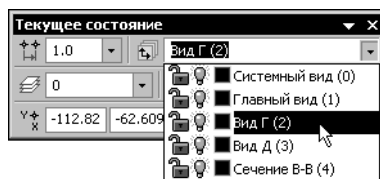

Рис. 46.1. Выбор текущего вида
- ▼ Выберите или введите с клавиатуры номер или название (это зависит от настройки, см. раздел 46.7 на с. 49) нужного вида в поле **Текущий вид** на панели **Текущее состояние** (рис. 46.1), и он станет текущим. Вид, выделенный в списке, подсвечивается в окне документа. Значки перед номером или названием вида показывают его текущее состояние и цвет.
- ▼ с помощью значков, отображающих свойства **Активность** и **Видимость** в списке видов на панели **Текущее состояние** (рис. 46.1); щелчок на значке изменяет значение свойства вида на противоположное.
Отображать имена видов	При включенной опции в поле Текущий вид на панели Текущее состояние (см. рис. 46.1 на с. 45) отображается имя вида, при выключенной — номер.